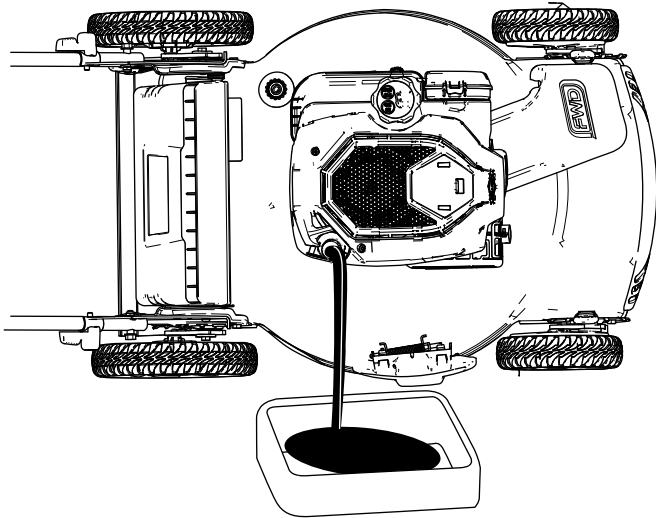

Figura 20
4. Ponga la máquina de lado (de modo que el filtro de aire quede hacia arriba) para drenar el aceite usado a través del tubo de llenado de aceite (Figura 20).